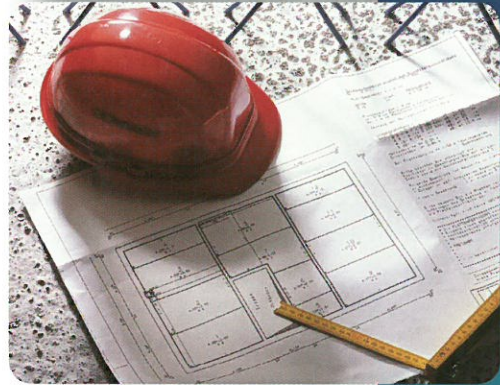

Bild 1
- Verlegeplanmaße mit den Bau-Ist-Maßen auf Übereinstimmung prüfen (siehe Bild 1).